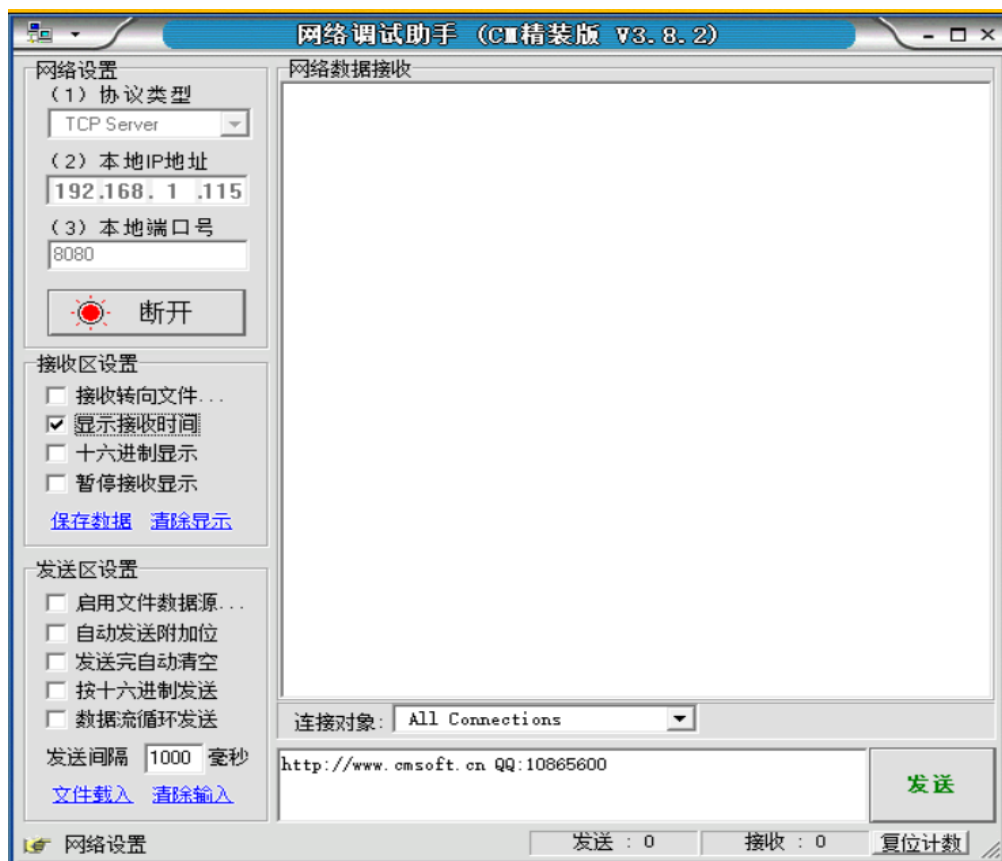

图 2.2.7.1 网络调试助手设置 TCP Server
5) 在电脑上面使用网络调试助手，创建一个 server，如图 2.2.7.1